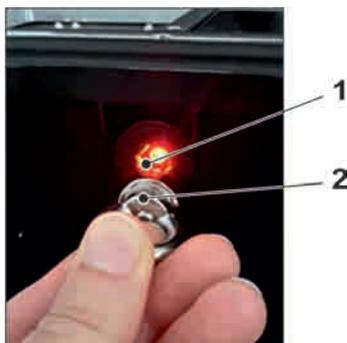

Abb. 30-10 Aufwecken des NivuLevel Mobile
2. NivuLevel Mobile „aufwecken“: dazu den mitgelieferten Magneten (Abb. 30-10 Pos. 2) vor den Reedkontakt (Abb. 30-10 Pos. 1; vorne am NFM) halten bis die LED leuchtet.